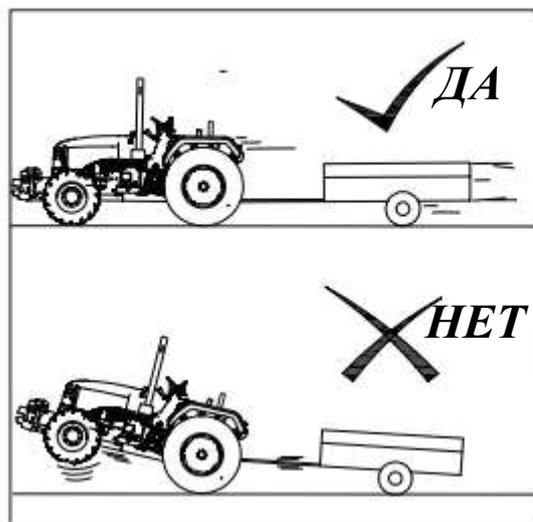

Рис. 2.31
- Сцепление должно производиться только при помощи разрешенных сцепных устройств. Буксирование или прицепка к другим точкам или местам может привести к опрокидыванию трактора (Рис. 2.31).